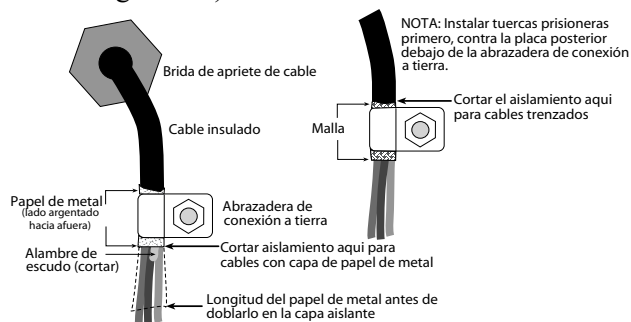

Figura 2-1. Abrazadera de conexión a tierra para cables con capa de papel de metal o malla de alambre
- Para cables con capa de papel de metal, pelar el aislamiento y la capa desde el cable por una media pulgada (13 mm) más allá de la abrazadera de conexión a tierra (vean la Figura 2-1). Doblen la capa hacia atrás hasta el punto donde el cable pasa por la abrazadera. Aseguren que el lado argentado (conductivo) de la capa está doblada hacia afuera para mantener contacto con la abrazadera de conexión a tierra.
aislamiento para exponer la malla donde el cable pasa por la abrazadera (vean la Figura 2-1).
- Encaminar los cables pelados por las bridas de apriete de cables y abrazaderas. Asegurar que las capas estén en contacto con las abrazaderas tal como se muestra en la Figura 2-1. Apretar las tuercas de las abrazaderas de conexión a tierra.